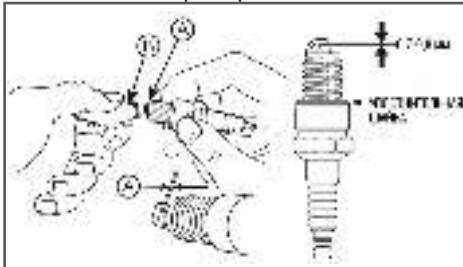

Рис. 25 Проверка межэлектродного зазора
- Измерьте зазор А между электродами свечи зажигания специальным щупом В. Зазор должен быть 0,7-0,8 мм (Рис. 25). При увеличении или уменьшении требуемого зазора, рекомендуется заменить свечу, так как регулировка зазора может привести к изменению качества искрообразования.